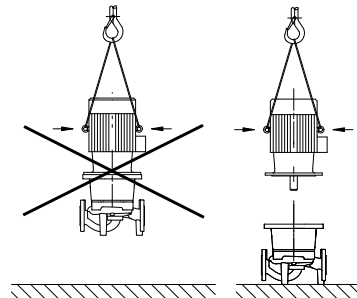

Fig. 7: Transport motora
- Transportne uške na motoru su odobrene samo za transport motora, a ne cele pumpe (Fig. 7).